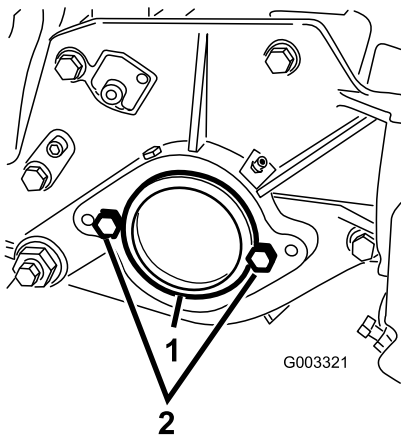

Bild 7
2. Nehmen Sie rechts an der Schneideinheit den Plastikstöpsel vom Lagergehäuse ab (Bild 7).
3. Nehmen Sie die zwei Kopfschrauben von der rechten Seitenplatte ab (Bild 7).
1. Plastikstöpsel 2. Kopfschraube (2)
5. Schrauben Sie die zwei Befestigungsschrauben für den Spindelmotor lose an der linken Seitenplatte der Schneideinheit fest (Bild 7).